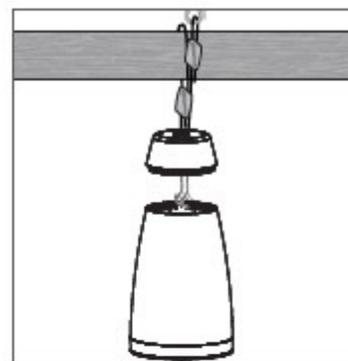

FIGURE 8: SECONDARY SUPPORT
5. Протяните второй поддерживающий кабель через центральное отверстие в крышке динамика и затяните его за потолочное крепление. (см. рисунок 8)